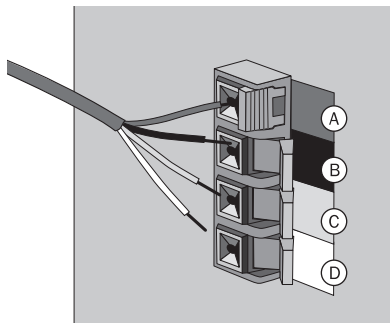

figura 15
2. Conecte los hilos al conector del aparato. Inserte cada uno de los hilos en el borne del color correspondiente. Para ello, abra el conector correspondiente, inserte el hilo y vuelva a cerrar el conector para fijar el hilo (**figura 15**). Repita la operación con los otros tres hilos restantes.